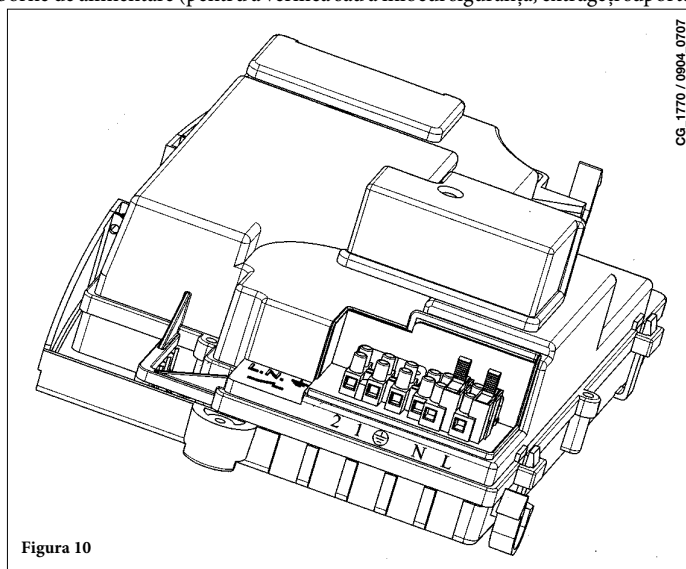

Figura 10
- deșurubați capacul pentru a ajunge la cablaje (Figura 10).
- accesați blocul de borne pentru alimentarea cu electricitate (figura 10);
- conectați termostatul ambiental la bornele (1) - (2) și îndepărtați jumper-ul.